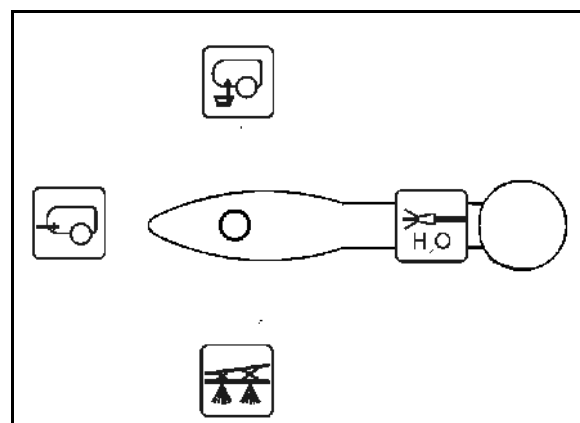

Fig. 114
3. Llave de conmutación de la grifería de presión en la posición  (Fig. 114).
11. Llave de conmutación de la grifería de presión en la posición  (Fig. 114).